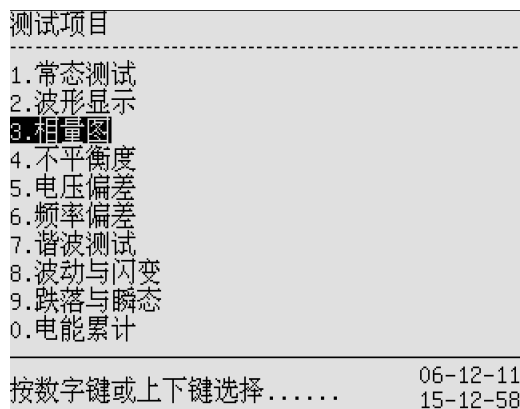

图 7-1 测试项目主菜单
1. 在任何状态下按“主菜单”按键，仪表进入测试项目主菜单界面（见图 7-1）。